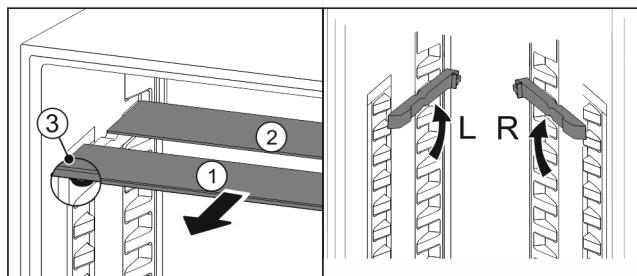

Fig. 67
- Steklene plošče posamično izvlecite Fig. 67 (1) naprej.
- Steklena plošča Fig. 67 (1) z okrasno letvijo je spredaj.
- Zaustavljalniki Fig. 67 (3) so obrnjeni navzdol.